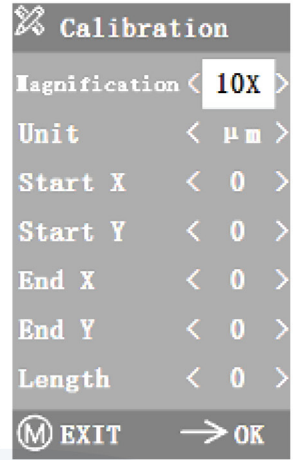

Figure 5-7
2. Après être entré dans le menu Étalonnage, comme illustré à la Figure 5-7, ajustez les positions des points de départ et de fin de l'étalonnage pour faire coïncider la ligne d'étalonnage avec l'échelle micrométrique et essayez de sélectionner la longueur contenant autant d'échelles que possible, afin de faire la mesure plus précise